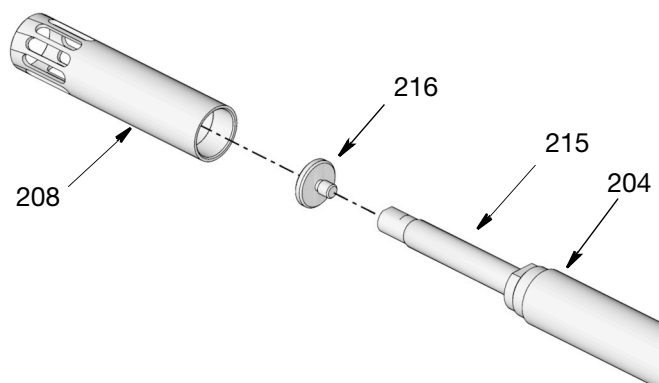

Рис. 29
15. Цилиндр насоса состоит из 3 отдельных секций. Сначала отделите секцию всасывающего ковша (208) от цилиндра насоса (204), для этого установите два трубных ключа, поворачивая их в противоположных направлениях, чтобы ослабить затяжку цилиндра всасывающего ковша. Когда затяжка цилиндра (208) будет достаточно ослаблена, открутите его усилием рук и снимите с других секций (Рис. 29).
Насос НР: Установите гаечный ключ на лыски штока первичной заливки насоса (215), ослабьте затяжку и снимите плунжера всасывающего ковша (216) (Рис. 29).